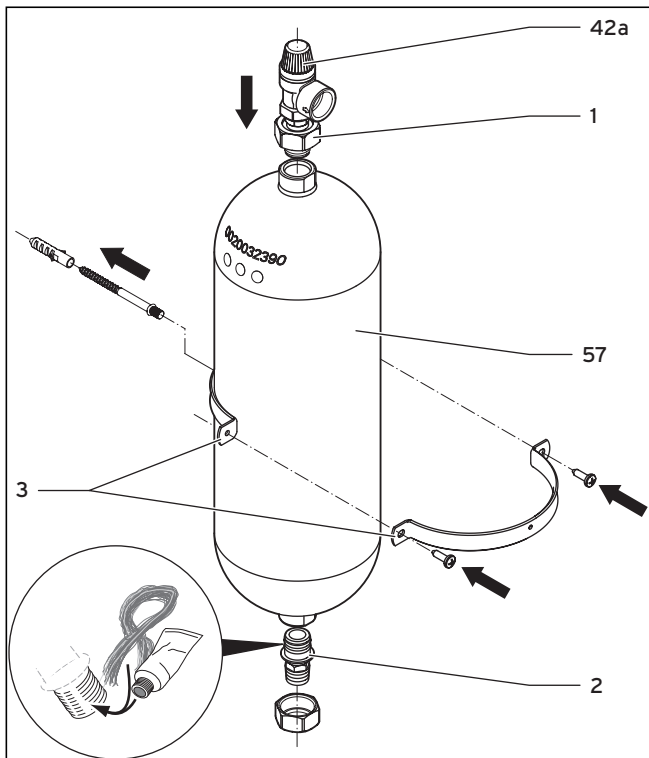

Abb. 5.6 Sole-Ausgleichsbehälter montieren
- Dichten Sie das Außengewinde des oberen Anschlussstücks (1) mit einer Dichtmasse ab, die trocken abdichtet, z. B. Teflonband.
- Installieren Sie den Sole-Auffangbehälter (→ **Abb. 5.6, Pos. 65**) drucklos am Sicherheitsventil (**42a**). Der Sole-Auffangbehälter darf nicht komplett geschlossen sein, da sonst die Funktion des Sicherheitsventils nicht gewährleistet ist.